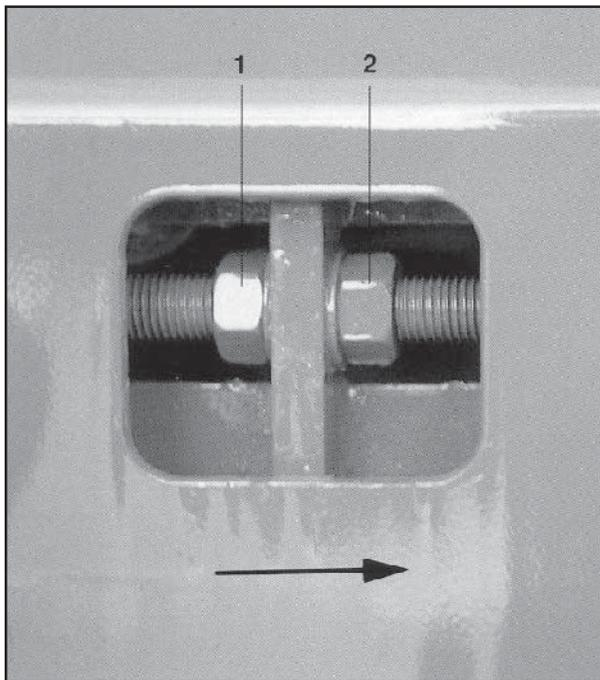

Fig. 17.5
1. in Fahrtrichtung gesehen (siehe Pfeil) beidseitig hintere Kontermuttern (Fig. 17.5/1), durch Linksdrehen lösen.
2. in Fahrtrichtung gesehen (siehe Pfeil) beidseitig Skt.-Muttern (Fig. 17.5/2) **gleichmäßig** nach links drehen.
Wichtig! Der Verstellweg der Skt.-Mutter (Fig. 17.5/2) muß auf beiden Seiten des Bandbodens gleich groß sein. Beide Skt.-Muttern (Fig. 17.5/2) nicht mehr als 1/2 Schlüsselumdrehung verdrehen. Kontermuttern festziehen und prüfen, ob das Förderband wieder gleichmäßig angetrieben wird.